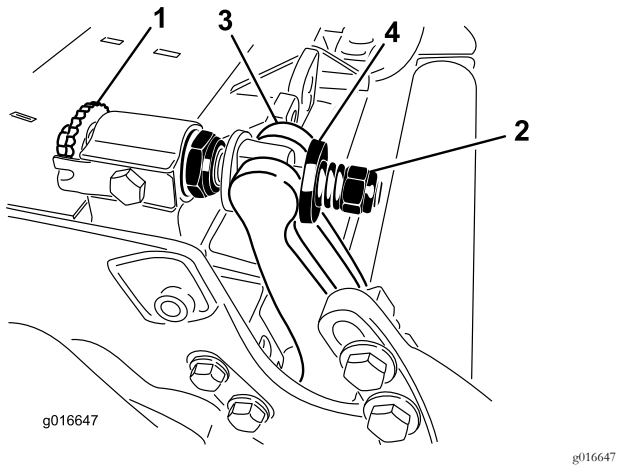

图29
1. 逆时针旋转底刀架调节螺丝将底刀后撤离开滚刀 图29。
2. 退出弹簧加压螺母直到垫圈不再对底刀架 图29 施压。